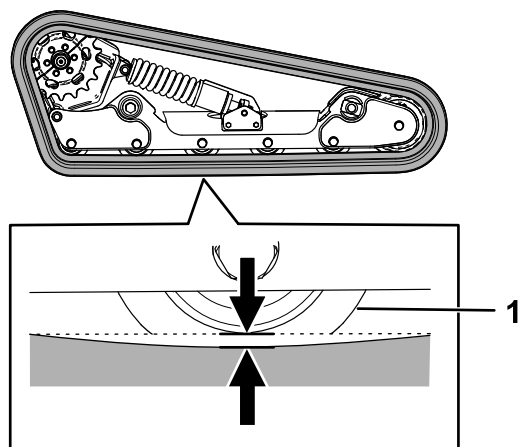

Figura 56
Sollevare/supportare 1 lato della macchina e, utilizzando il peso del cingolo, verificate che la distanza tra la parte inferiore del bordo della ruota non motrice e il cingolo sia pari a 12,7 mm, come illustrato nella Figura 56. In caso contrario, regolate la tensione dei cingoli eseguendo la procedura di seguito riportata.
5. Utilizzando un cricchetto di trasmissione da $\frac{1}{2}$ ", ruotate la vite di tensione fino a quando la flessione del cingolo non è pari a 12,7 mm, come illustrato nella Figura 56.
9. Verificate che la flessione del cingolo sia pari a 12,7 mm, come illustrato nella Figura 56. All'occorrenza regolate.
20. Utilizzando un cricchetto di trasmissione da $\frac{1}{2}$ ", ruotate la vite di tensione in senso antiorario fino a quando la flessione del cingolo non è pari a 12,7 mm, come illustrato nella **Figura 56**.
25. Verificate che la flessione del cingolo sia pari a 12,7 mm, come illustrato nella Figura 56.